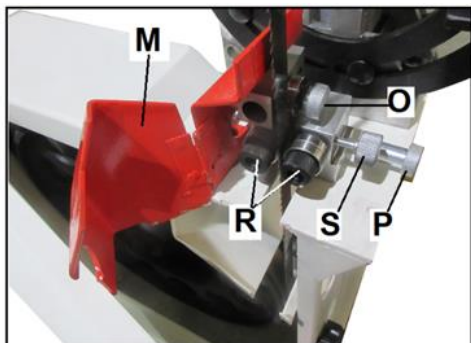

Рис.8
4. Поверните нижний защитный кожух (М – рис.8) влево.